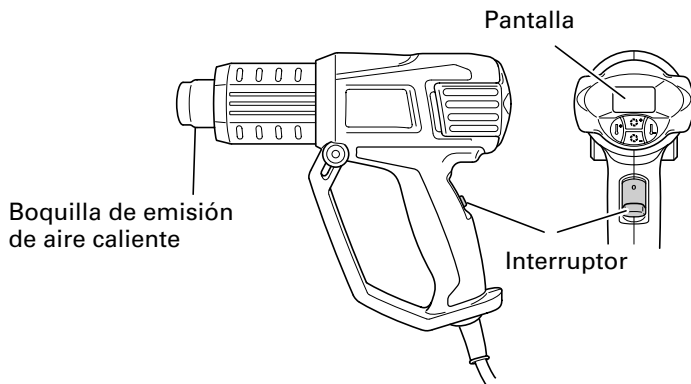
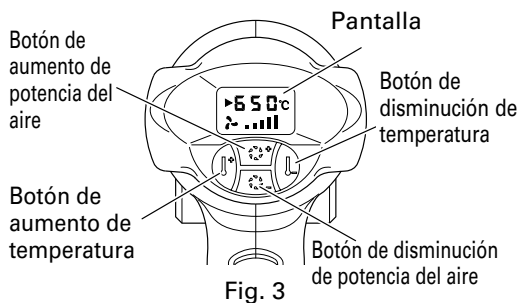

Fig. 1
Fig. 3
1. Operaciones del interruptor y ajustes de la temperatura (Fig.1, Fig.2)
2. Ajuste de la temperatura (Fig.1, Fig. 2, Fig. 3)
3. Ajuste de la potencia del aire (Fig.1, Fig. 3)